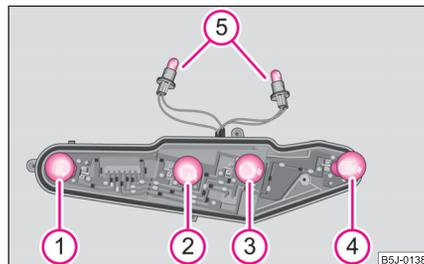

Abb. 194 Heckleuchteinheit: Einbaulage der Glühlampen
- Um die Glühlampe des Standlichts zu wechseln, drehen Sie den Lampenstecker der Glühlampe (5) bis zum Anschlag nach links (in die Richtung der Pfeile auf dem Gehäuse) und nehmen ihn aus dem Gehäuse heraus ⇒ Abb. 194. ▶
Einbaulage der Glühlampen in der Heckleuchteneinheit ⇒ Seite 218, Abb. 194